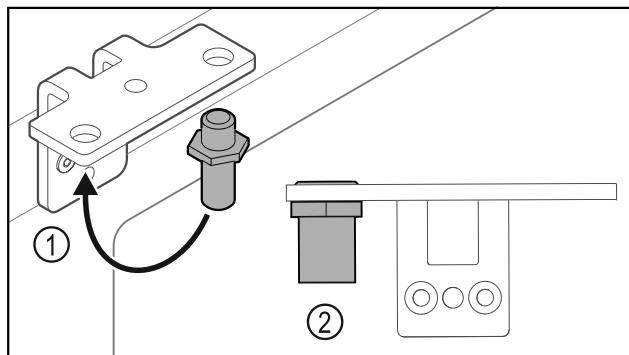

Fig. 35
- Pārlieciņi tapu Fig. 35 (1) lokāmajā kronšteinā.
- Pievelciet tapu Fig. 35 (2) ar **griezes momentu 12 Nm**.